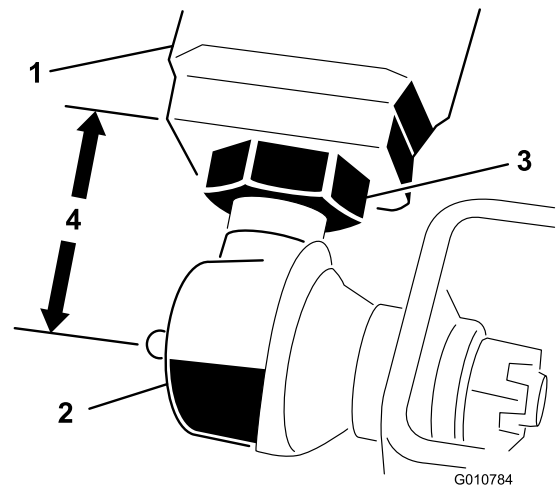

Figure 5
- Mesurez l'écart entre le bout de chaque bras de relevage et le centre de la rotule (graisseur). Il doit y avoir un écart de 57 mm (Figure 5).